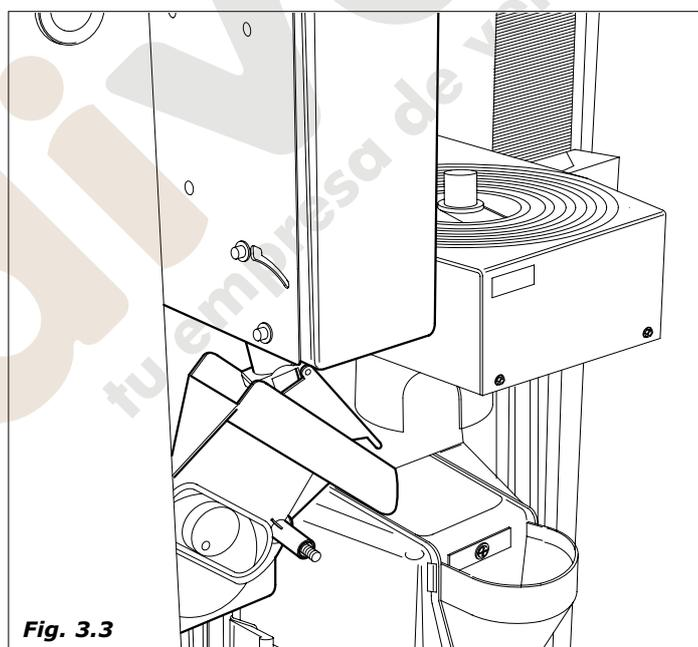

Fig. 3.3
- 1 El motorreductor acciona la espiral del contenedor de azúcar, dispensando la cantidad deseada dentro del tubo (Fig.3.3)